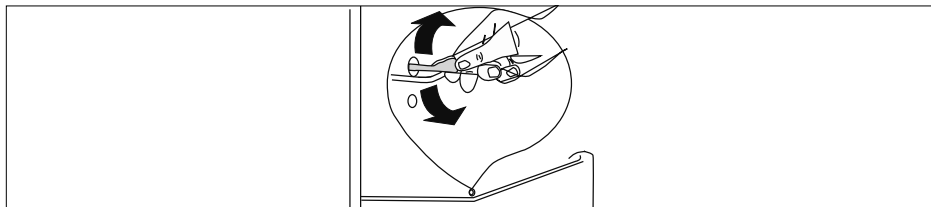

Fig. 21
- ▶ Nettoyez le canal d'écoulement de l'eau de condensation à l'intérieur du réfrigérateur (9) p. ex. avec un coton-tige ou une tige de nettoyage (voir **Fig. 21**).
- ▶ Nettoyez soigneusement tous les accessoires (bac à légumes (8), balconnets (4/6), clayettes en verre (10/11)) avec un produit d'entretien doux (p. ex. produit vaisselle).